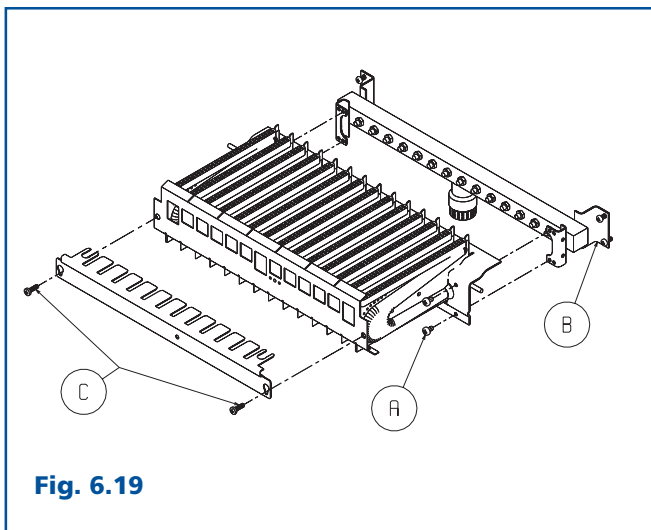

Fig. 6.19
## 6.4 Procedura di trasformazione gas, taratura e regolazioni (Fig. 6.19)
- rimuovere il gruppo bruciatore allentando le viti (A) che lo fissano al collettore gas (fig. 6.19).
Nel caso di trasformazione a gas GPL, è necessario montare sul gruppo bruciatore il tegolo di propagazione. Riferendosi alla fig. 6.19 procedere nel modo seguente: